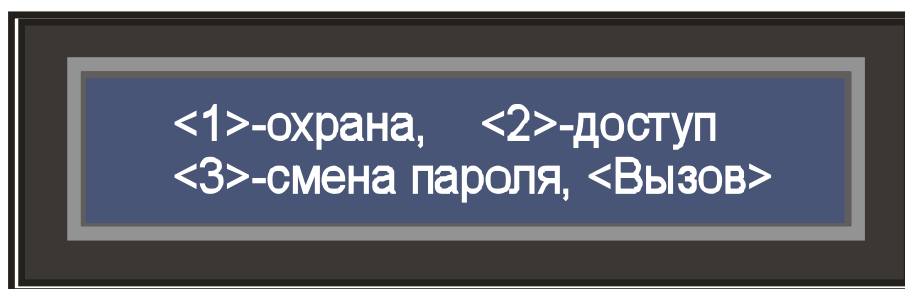

Рис. 4. Вид дисплея в режиме «Пользователь»
При предъявлении пропуска «Пользователь» на дисплее включается подсветка и появляется соответствующее меню (см. рисунок 4).
- 2) Предъявить пропуск пользователя, зарегистрированного в системе и имеющего права постановки (снятия) зоны. На индикаторной панели включится подсветка и появится меню пользователя (см. рисунок 4).
2) Предъявив пропуск пользователя, зарегистрированного в системе и имеющего права постановки (снятия) зон, на дисплее включится подсветка, и отобразится меню пользователя (см. рисунок 4).
6) Ввести шестизначный пароль (по умолчанию 000000) и нажать клавишу «<┘» (Ввод) (если какая-либо из цифр введена неверно, то ее следует удалить нажатием клавиши «<┐» (Отмена)). При корректном снятии с охраны на дисплее отобразится надпись **«ВЫПОЛНЕНО!»** и ВПУ перейдет в меню пользователя (см. рисунок 4).
2) Предъявив пропуск пользователя, зарегистрированного в системе и имеющего права доступа, на дисплее включится подсветка и появится меню пользователя (см. рисунок 4).
2) Предъявить пропуск пользователя, зарегистрированного в системе. На дисплее включится подсветка и появится меню пользователя (см. рисунок 4).
- 2) Предъявить пропуск пользователя, зарегистрированного в системе. На дисплее включится подсветка и появится меню пользователя (см. рисунок 4).